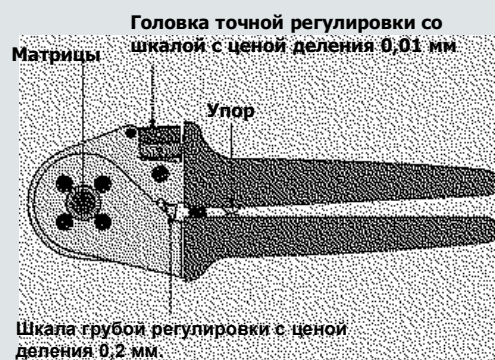

Рис. 5. Ручное обжимное устройство
- До упора вставить контакт вместе с оптоволоконным кабелем в обжимное устройство (**CLPZ R**, рис. 5), слегка надавливая на оптоволоконный кабель и разъем рядом с устройством до щелчка отсоединения.